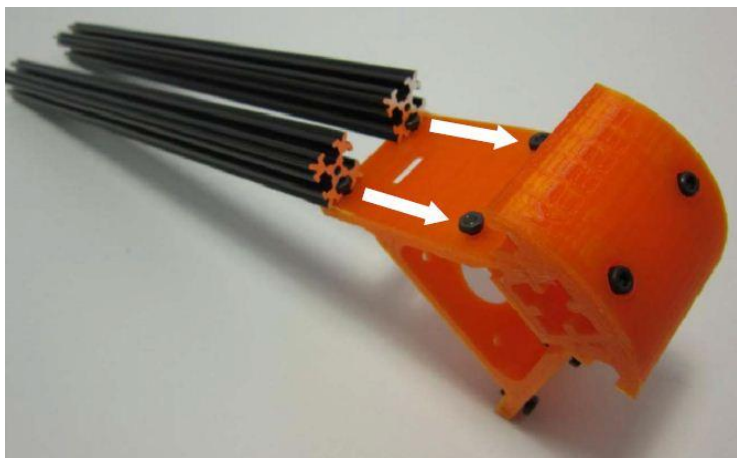

图 5-40 铝型材与电动机座连接
- 2) 将 240mm 型材分别安装到电动机座上, 对准铝型材的缺口插入, 并推到位置, 如图 5-40 所示。